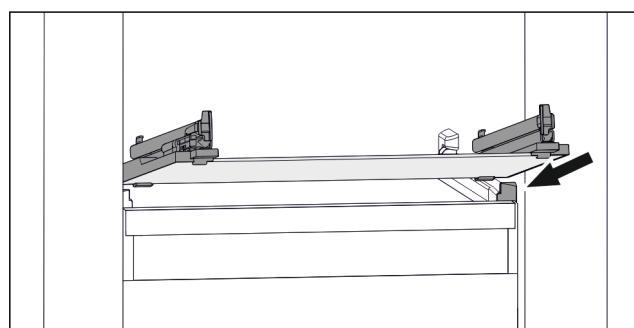

Fig. 47 Príklad zobrazenia sklenenej dosky
- Nasadte sklenenú dosku šikmo za zarážkami. (pozri Fig. 47)